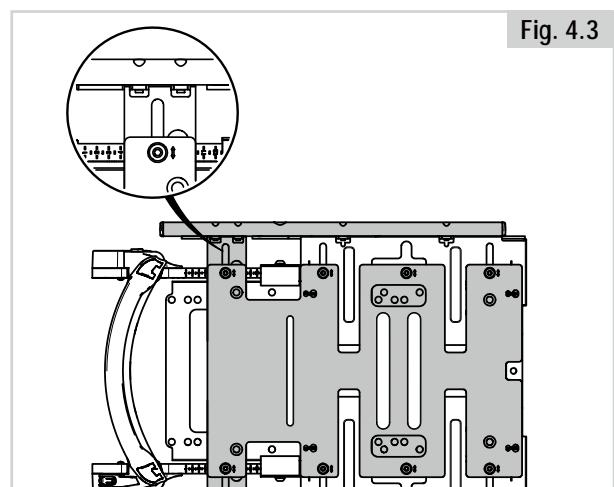

Fig. 4.3
- Installera extra djup monteringsplåt från SD 530 mm för större stabilitet av en lång sitsskena Fig. 4.3.